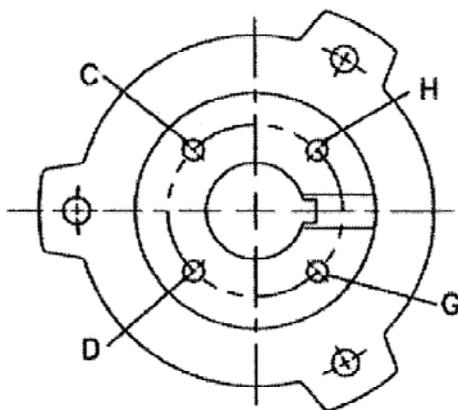

Рис. 24
ПРИМЕЧАНИЕ: регулировка вала вверх-вниз выполняется путем поворота регулировочной гайки (604) рис. 24,
1. Вал опущен, рабочее колесо находится на своем месте, поворачивайте регулировочную гайку (604) против часовой стрелки, таким образом, поднимая вал пока рабочее колесо не выйдет и пока вал не будет свободно проворачиваться руками. Это действие удаляет все отклонения от вала.
2. Совместите отверстие "А" на регулировочной гайке (604) и отверстие "С" на муфте привода (см. Рис. 24) или любые отверстия в таких же позициях. Первоначальный зазор – в пределах от 0.001" до 0.003" (0.02мм до 0.07мм) в зависимости от диаметра вала и резьбы (см. таблицу 3).